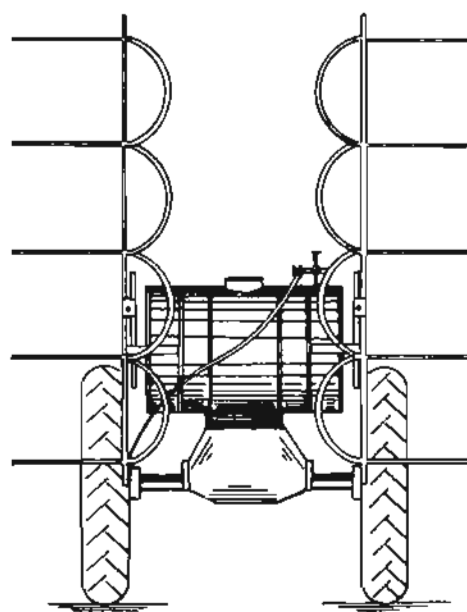

Fig. 3
- b Suba los aguilones (fig. 3).